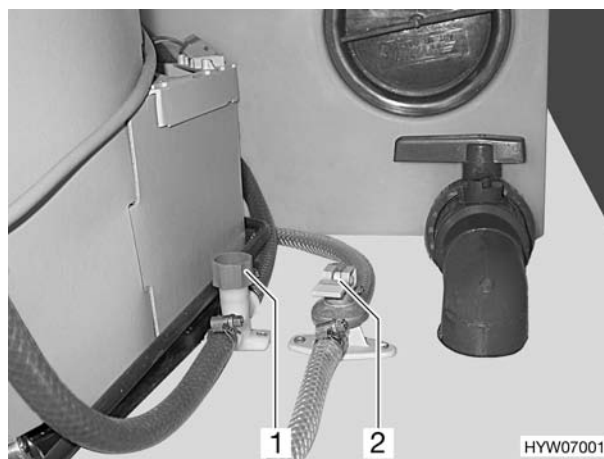

Fig. 79 Rubinetti di scarico
- Chiudere i rubinetti di scarico (Fig. 79) :
Ruotare il cappelletto di valvola blu (Fig. 79,1) in senso orario. Posizionare orizzontalmente la leva a bilanciere (Fig. 79,2). L'ubicazione dei rubinetti di scarico è riportata nella figura "Ubicazione dei dispositivi igienico-sanitari" alla fine del presente capitolo.
- Girare in senso antiorario il cappelletto di valvola blu (Fig. 79,1).
- Mettere la leva a bilanciere del rubinetto di scarico (Fig. 79,2) in posizione verticale.